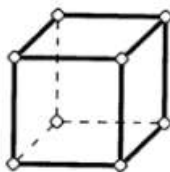

Рис. 5
**№ 20. Каково координационное число кристаллической решетки, элементарная ячейка которой представлена на рис. 5?**